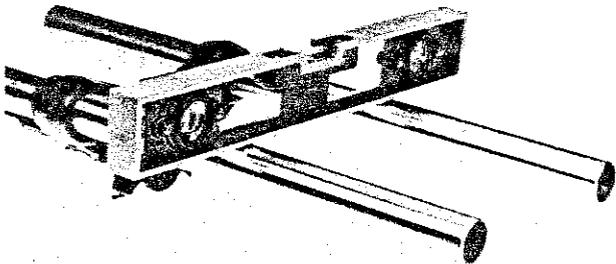

Fig. 214
2) Fissare la base di sterzo in una morsa da banco disponendo gli steli parallelamente al pavimento; far scorrere lungo gli steli una livella di precisione (Fig. 214): la bolla d'aria non deve subire apprezzabili spostamenti dalla posizione di partenza.
2) Clamp the lower yoke in a vice and place the stanchions parallel with the floor; slide over the stanchions a water level (Fig. 214); the air bubble should not move noticeably while the water level is moved.